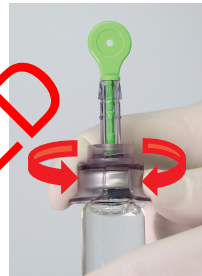

Abbildung 6
- e) Führen Sie den Fülladapterdorn mit einer Drehbewegung in die Ampulle ein, bis er vollständig darin sitzt, wie in Abbildung 6 gezeigt.